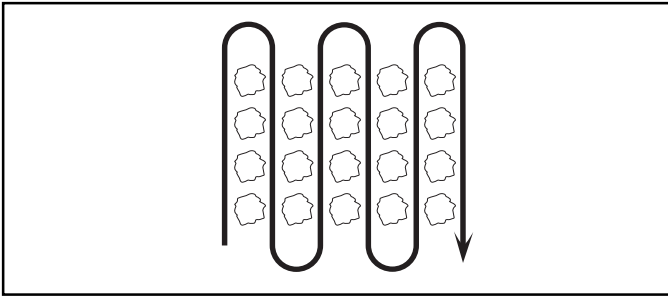

FIG. 15
- Binez les lignes de long en large à un réglage de vitesse qui permette aux dents de déraciner les mauvaises herbes et de laisser le sol dans l'état brut pour faire en sorte que les mauvaises herbes et le gazon n'y poussent plus (Voyez la Fig. 15).